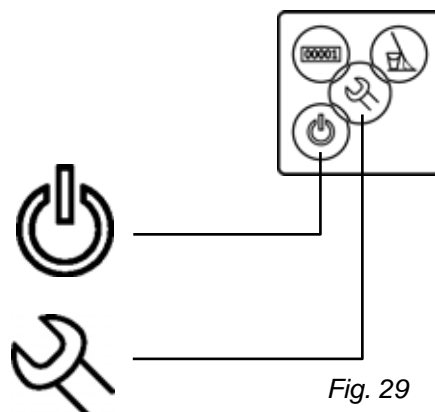

Fig. 29
7.7 Handmatige blokkeringfuncties (fig. 29)